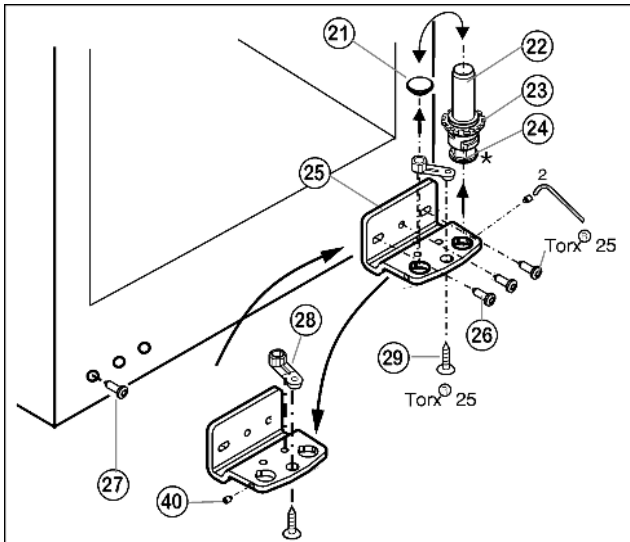

Fig. 5
- ▶ Svitare di circa 1 giro la vite di fermo Fig. 5 (40) con la chiave a brugola in dotazione.
- ▶ Togliere completamente il perno di supporto Fig. 5 (22) con lo spessore Fig. 5 (23) e il piedino di regolazione* Fig. 5 (24), estrarre tirando verso l'alto.
- ▶ Togliere il tappo Fig. 5 (21).
- ▶ Svitare il blocco di supporto Fig. 5 (25).
- ▶ Svitare completamente la vite di arresto Fig. 5 (40) e avvitarlo sul lato opposto nel blocco di supporto, finché non è a filo con il blocco di supporto.
- ▶ Svitare Fig. 5 (28) l'elemento di supporto Fig. 5 (29) e spostarlo nel foro di alloggiamento opposto, serrarlo nuovamente.
- ▶ Inserire nuovamente il tappo Fig. 5 (21) nell'altro foro.
- ▶ Svitare la Fig. 5 (27) vite e spostarla sul lato opposto.
- ▶ Fissare nuovamente il blocco di supporto Fig. 5 (25) sul nuovo lato cerniere, eventualmente servendosi di un avvitatore a batteria (a 4 Nm).
- ▶ Inserire nuovamente il perno di supporto Fig. 5 (22), con lo spessore e il piedino di regolazione*.
- ▶ Serrare la vite di fermo Fig. 5 (40).
- ▶ Appoggiare la porta inferiore dall'alto sul perno di supporto in basso Fig. 5 (22).
- ▶ Se necessario, allineare la porta sopra le due asole nel blocco di supporto in basso Fig. 5 (25) a filo con l'involucro dell'apparecchio. Svitare la vite centrale.